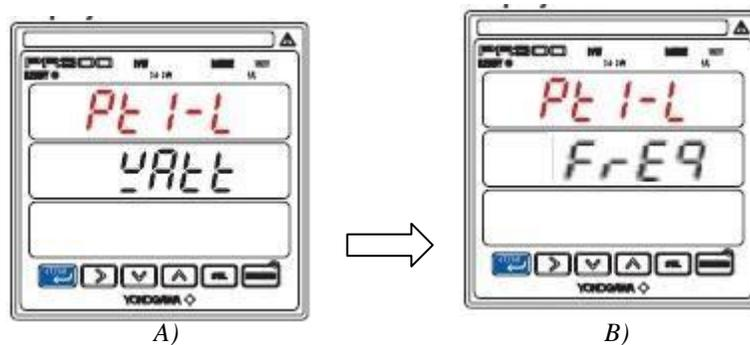

Figura 4.21
23. Para cambiar al rack intermedio se oprime  figura 4.21 A) y oprimir
23.2 La pantalla de confirmación deja ver en el rack intermedio el valor a mostrar figura 4.21 B).